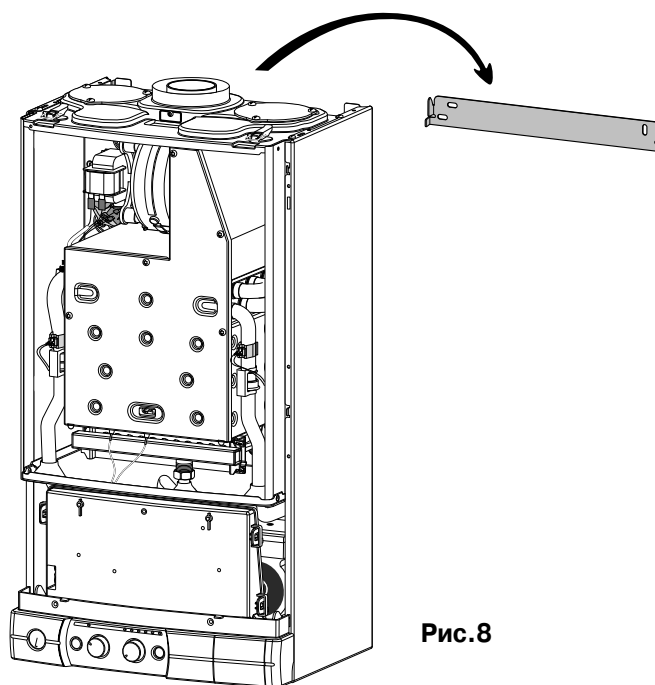

Рис.8
- Приложите котел к кронштейну и опустите до упора (рис. 8).